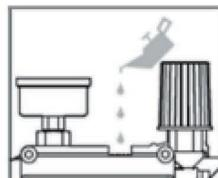
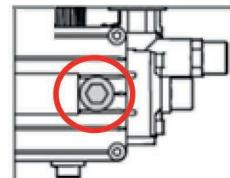

Рис. 16
Рис. 17
- 5.Через отверстие для щупа залейте в помпу чистое масло (SAE 5W40) (рис. 16) до уровня красной точки по центру смотрового окна (при наличии) (рис. 17) или ориентируйтесь по меткам на щупе. Уровень масла на щупе должен быть ближе к верхней метке.